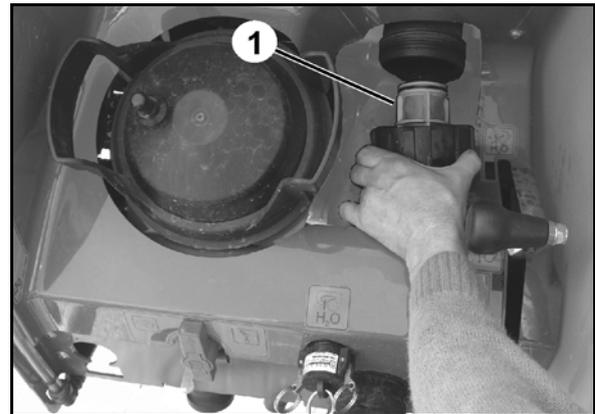

Рис. 150
2. Извлеките напорный фильтр (Рис. 150/1) и очистите его водой.